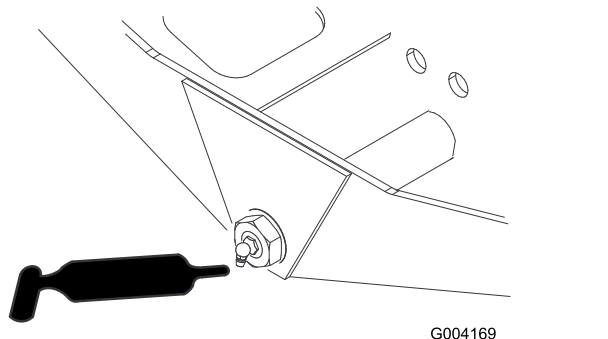

Figura 66
- Articulação da direção do eixo (1) (Figura 66)